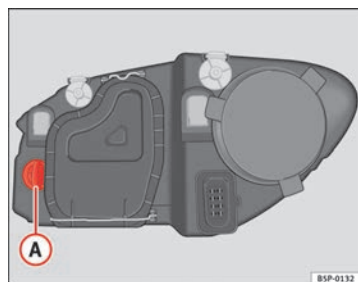

Abb. 164 Glühlampe für Blinker
- Den Lampenträger => Abb. 164 **A** nach links drehen und ziehen.